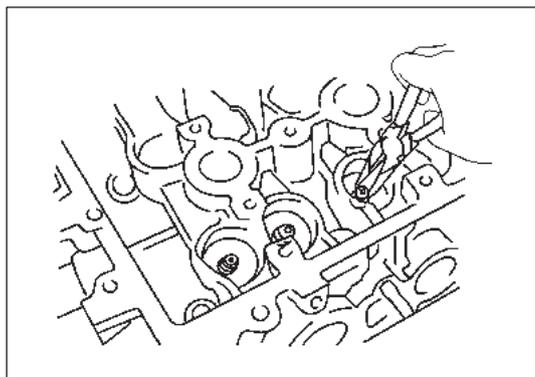

Рис. 12-3-6. Снятие маслоъемных колпачков клапанов при помощи острогубцев
① Снять маслоъемные колпачки при помощи острогубцев, как изображено на рис. 12-3-6.